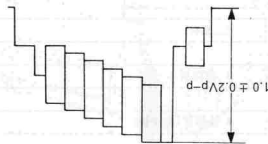

图28
③调节频道F7;
④将示波器连接JP701-1 (用75 Ω 电阻器终端接);
⑤调节 VR703, 使视频电平调为 1.0 ± 0.2 Vp-p, 如图28所示。